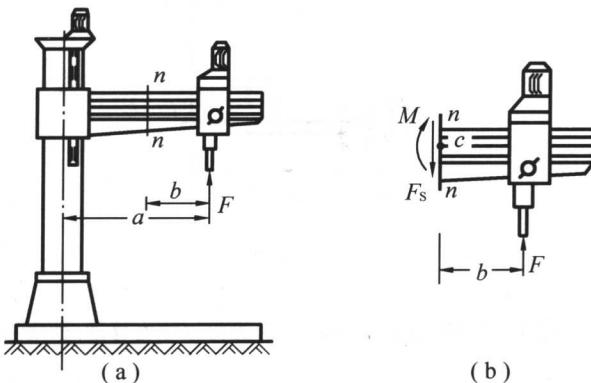

图 1-1
1.1 对图 1-1(a) 所示钻床, 试求 $n - n$ 截面上的内力。
解 应用截面法, 取图 1-1(a) 所示截面 $n - n$ 以右部分作为研究对象, 其受力如图 1-1(b) 所示。由平衡条件 $\sum F_y = 0, F - F_s = 0$, 和 $\sum M_c = 0, Fb - M = 0$, 解得 $F_s = F, M = Fb$ 。